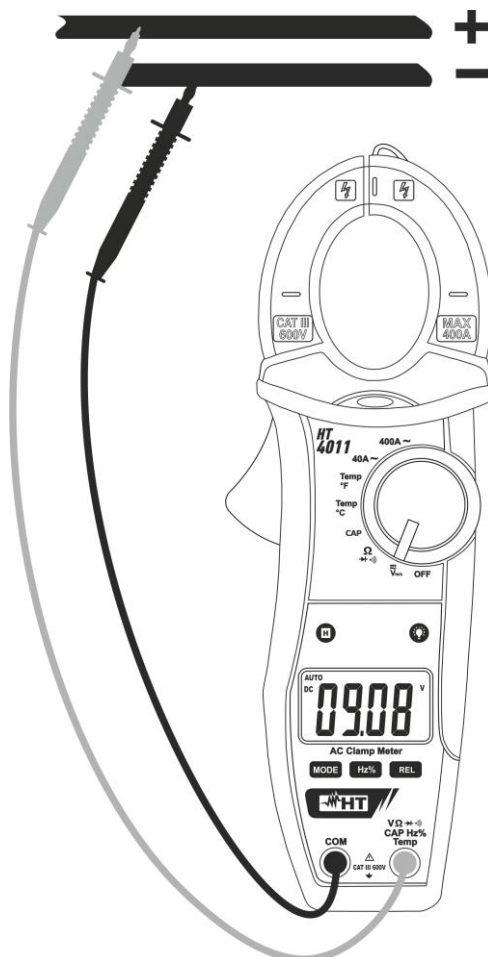

Fig. 3: Uso da pinça na medição de Tensões CC
3. Colocar as ponteiros nos pontos pretendidos do circuito em exame (ver Fig. 3). O valor da tensão é apresentado no display.
5. A visualização do símbolo "-" no display do instrumento indica que a tensão tem sentido oposto em relação à ligação da Fig. 3